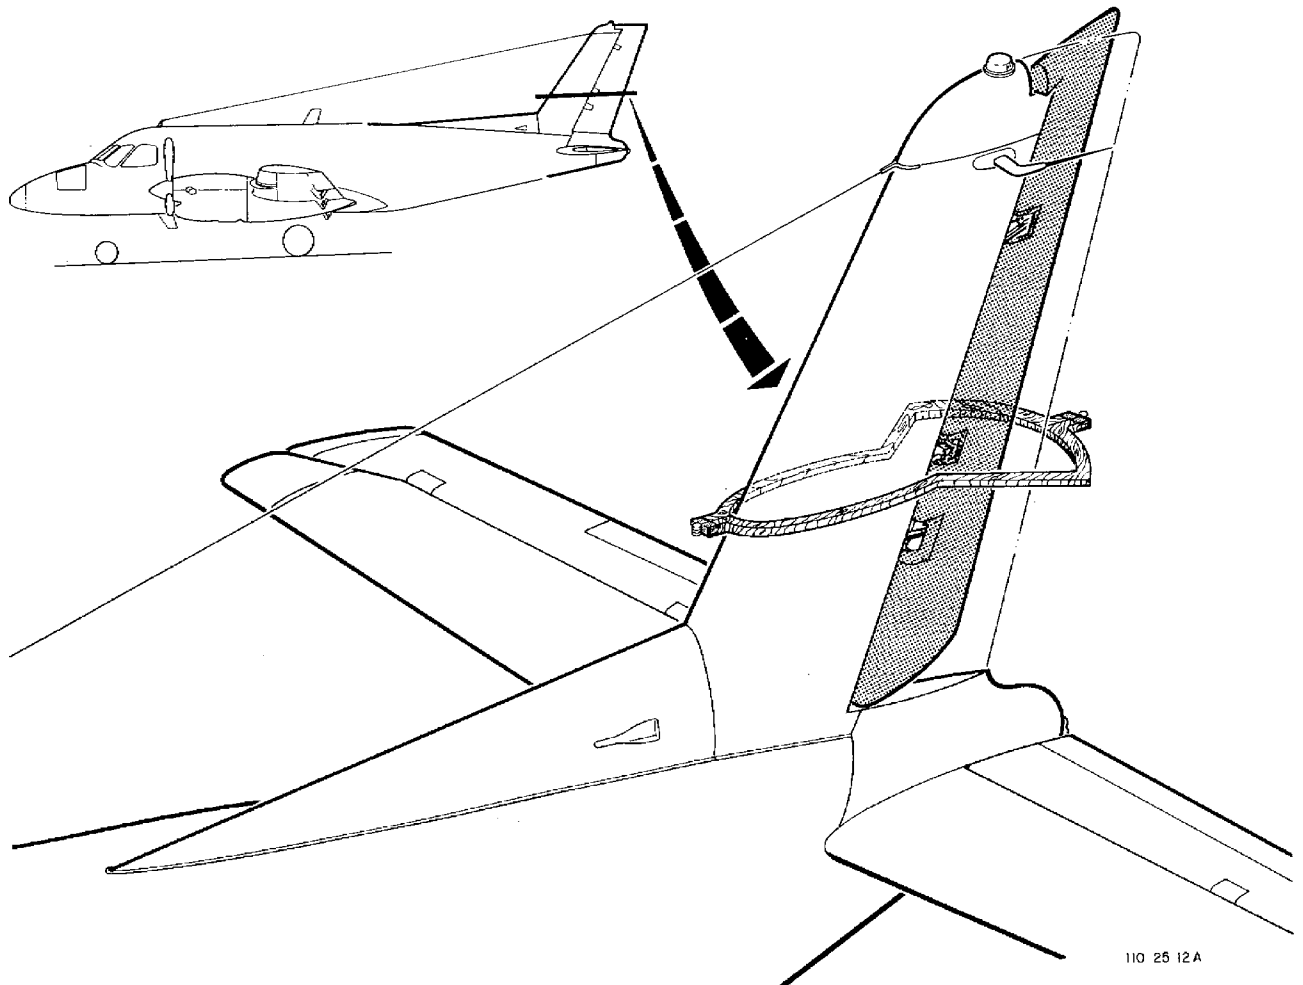

Figura 3-7. Colocação do Gabarito de Verificação da Deflexão do Leme de Direção
- a. Com o leme na posição neutra, coloque o gabarito de verificação do leme na posição indicada na figura 3-7.